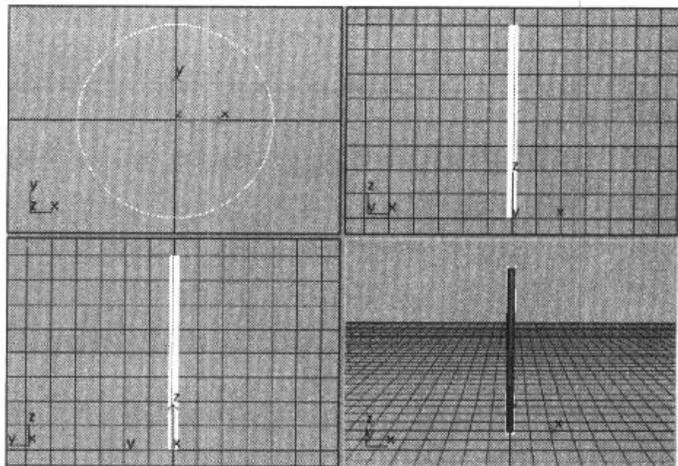

图 1-8 各个视图窗口
Step 4 单击工作界面右下角的  Zoom Extents All 按钮，4 个视图窗口均以最大方式显示，如图 1-8 所示，刚创建的物体自动处于选中状态。